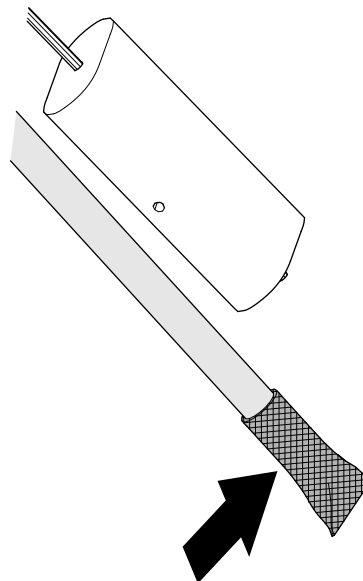

図 92
1. 燃料供給チューブについているスクリーンを洗浄する 図 92。